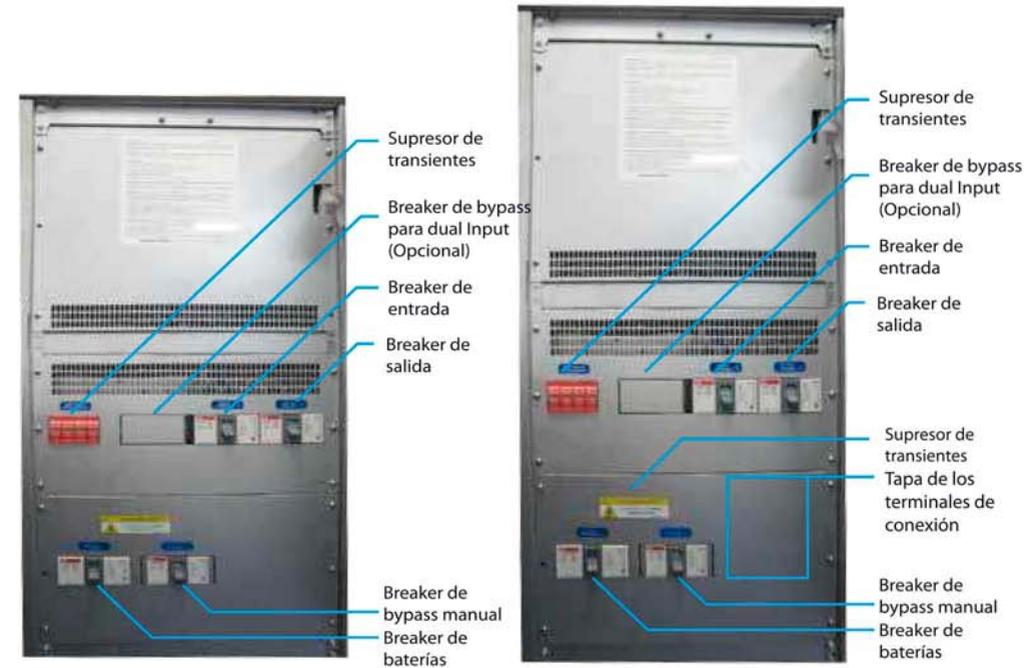

Figura 3.3 Y 3.4. Vista frontal sin tapa de los UPS de 20KVA a 30KVA.
- Active el breaker de entrada (Ver figura 3.3 o Figura 3.4 en la pag. 8).